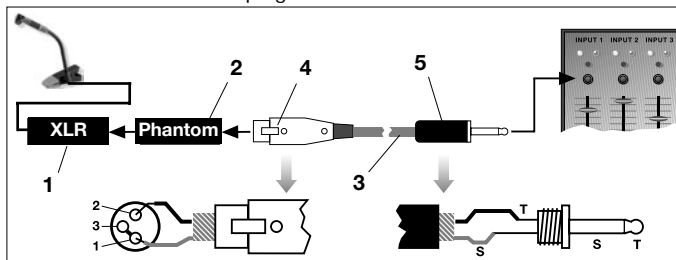

Fig. 2: Conexão a uma entrada não balanceada
- Veja fig. 2.
1. Solde em ponte os pinos 1 e 3 no conector XLR (4) e conete à malha do cabo.
2. Conete o núcleo do cabo com o pino 2 do conector XLR (4) e com a ponta do plug banana (5).